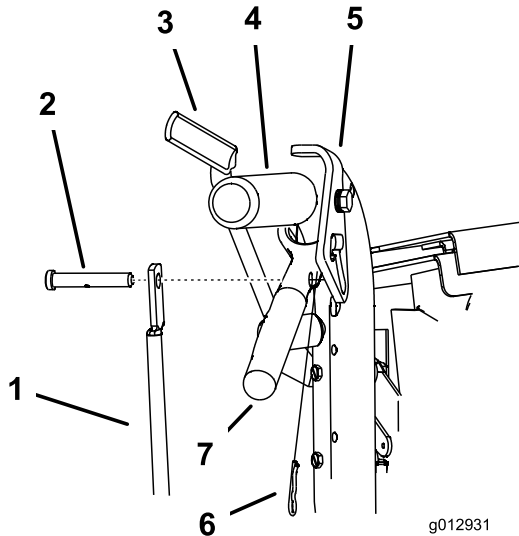

Figura 44
1. Retire los pasadores y los pasadores de seguridad de las palancas de avance y los cierres de bloqueo de punto muerto (Figura 44).